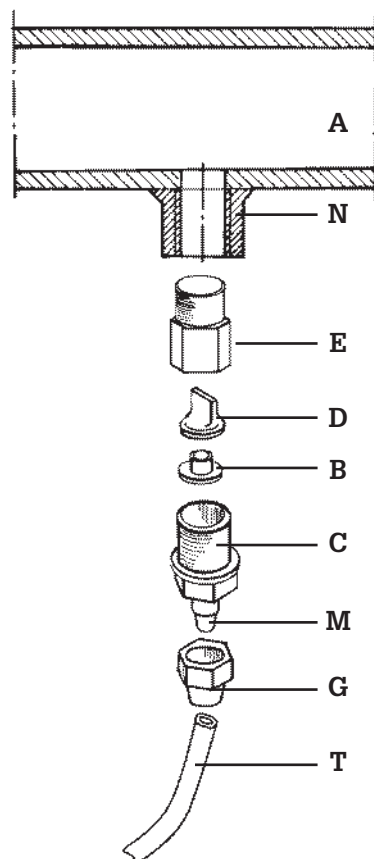

Fig. 8
- f. - Applicare sulla condotta dell'impianto da trattare, nel punto più idoneo per effettuare l'iniezione del prodotto da dosare, un raccordo in acciaio da 3/8" gas femmina. Tale raccordo è escluso dalla fornitura. Avvitare la valvola di iniezione nel raccordo utilizzando come guarnizione del Teflon Fig. 8. Connettere il tubetto all'attacco conico per tubetto e bloccarlo con l'apposita ghiera G. La valvola di iniezione è anche valvola di non ritorno.
### 3.1 - SCHEMA DI MONTAGGIO VALVOLA DI INIEZIONE Fig. 8